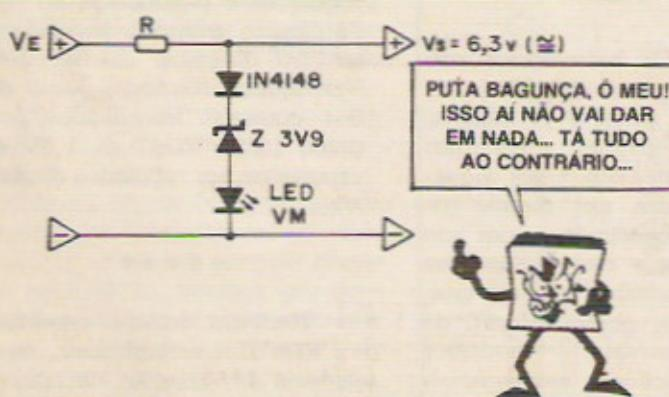

Fig. 5
- FIG. 5 - Lembram-se daquele "truque doido" exemplificado na figura 3, lá atrás...? Pois bem... Nada impede que a "maluquice" vá até o cabo. Podemos "empilhar" zeners "de verdade", mais LEDs, mais diodos comuns, e ainda assim obter um verdadeiro efeito de regulação, somando a tensão de referência do zener com as quedas de tensão intrínsecas dos diodos e LEDs! Nunca esquecendo que enquanto o zener "trabalha" sob polarização inversa, LEDs e diodos estabelecem sua tensão de referência sob polarização direta, e também lembrando que todos os limites de potência/corrente devem ser sempre respeitados, podemos calcular "R" para a função, sem grandes "galhos"... No caso do diagrama/exemplo (pode ser "muito"... mas funciona...) teríamos uma Vs de 6,3V, considerando os 3,9V do zener, mais 0,6V do IN4148 e mais 1,8V do LED...